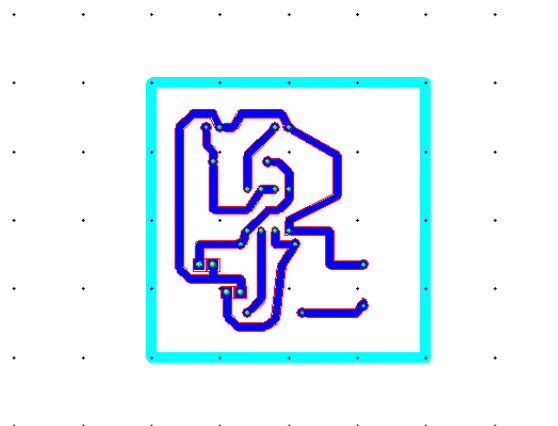

Figura 65. Recuadro de corte board.
51. Y realice un cuadro que cubra todo el diseño como se muestra en la figura 65.